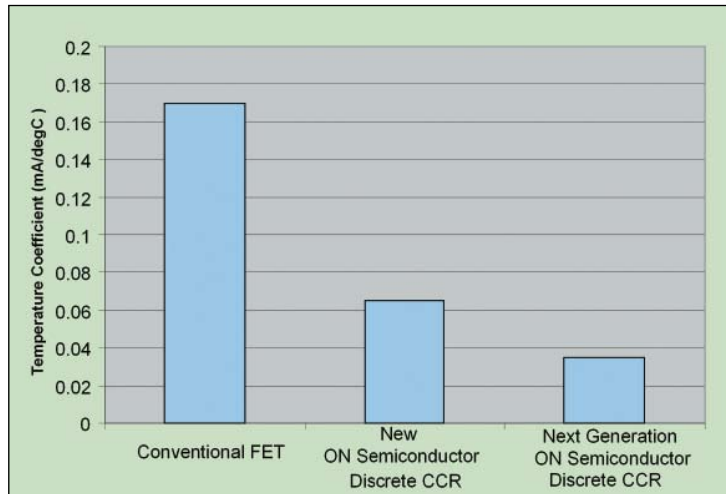

Bild 3: Vergleich des Temperaturkoeffizienten neuer CCRs im Gegensatz zu herkömmlichen FET-Reglern.
Der mit CCRs verbundene niedrigere Temperaturkoeffizient ist in **Bild 3** dargestellt, in dem herkömmliche FETs mit zwei verschiedenen CCR-Typen verglichen werden. Der Temperaturkoeffizient (TC) von FETs im gleichen Gehäuse beträgt ca. 0,17 mA/°C, während ein CCR diesen Wert auf 0,07 mA/°C und sogar auf 0,045 mA/°C reduziert. Diese TC-Verringerung von über 60% hinab auf fast nur noch 35 µA/°C wird durch Designelemente ermöglicht, die in den monolithischen Chip des CCR inte-